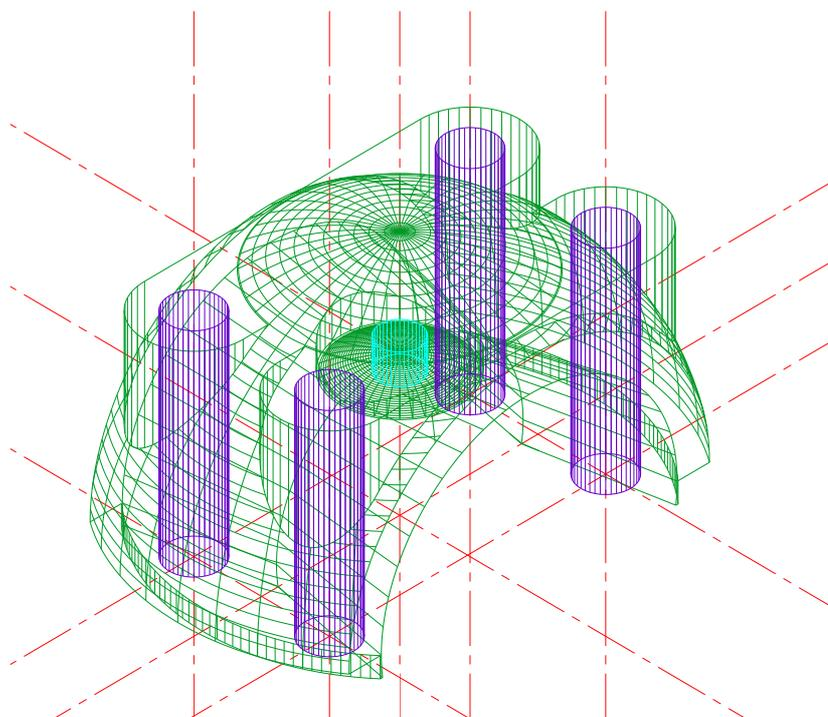

Рис. 26
6.5. Сделать текущим слой сферы (радиус 90) (выбрать из списка слоев в панели инструментов свойств объектов), все остальные слои сделать видимыми (рис. 26):
В ответ на следующие запросы левой кнопкой мыши выделить сферу, затем пять внутренних цилиндров (рис. 26).